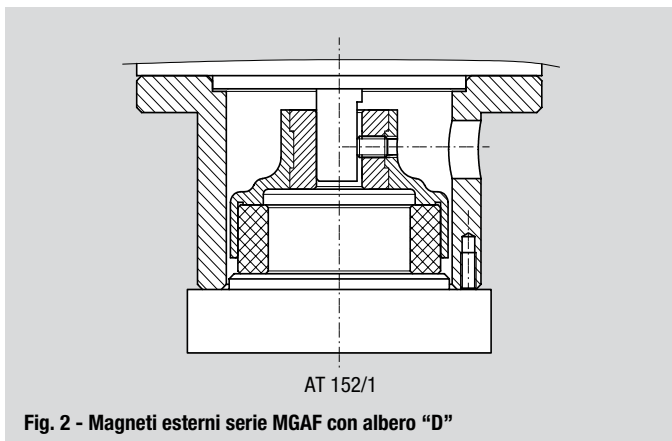

Fig. 2 - Magneti esterni serie MGAF con albero "D"
6. Predisporre il motore verticalmente sull'attrezzo AT152/1 con il magnete rivolto verso il basso, in modo da collocare il magnete nella posizione corretta (fig. 2). Stringere il grano con la coppia massima di 1,5 Nm. Magneti esterni serie MGAF con albero "D".